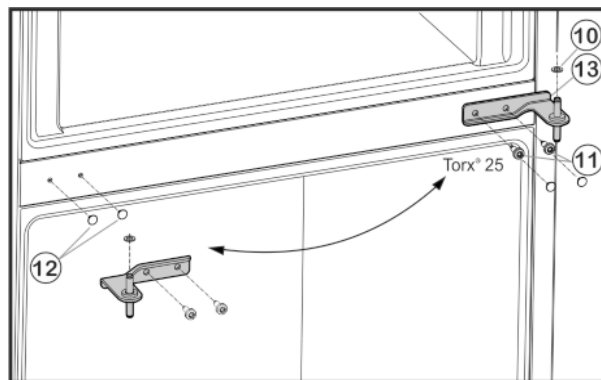

Fig. 6
- Tõmmake katted Fig. 6 (12) ettevaatlikult maha ja pange vastasküljel uuesti peale.